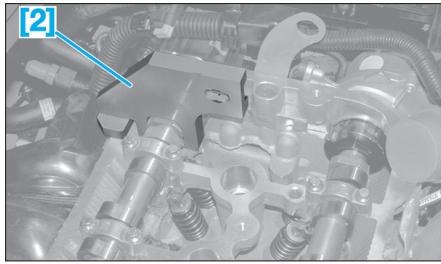

Fig. 8
- Positionner l'outil d'immobilisation arbre à cames admission [2] (Fig.8).